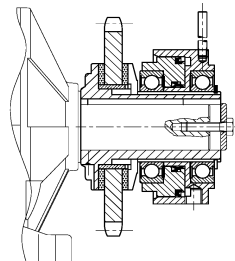
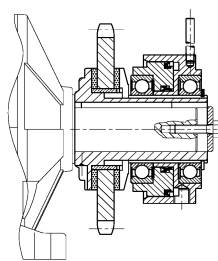

FIG. 2
FIG. 3
- Il fissaggio del dispositivo può essere effettuato assialmente con vite e rondella (FIG. 2), radialmente con grano sulla linguetta (FIG. 3). Oltre a questi bloccaggi std. possono essere utilizzati, a richiesta, anche calettatori.
- The device can be fixed axially with a screw and washer (FIG. 2) or radially with grub screw (FIG. 3). In addition to these std. fixing system can also be used a locking assembly